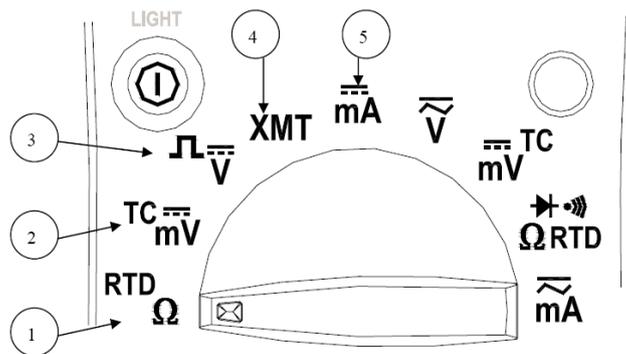

Рисунок 4. Положения поворотного переключателя режимов для формирования выходных сигналов
- Рис. 4 и Таблица 4 описывают функции выхода первых пяти положений поворотного переключателя.